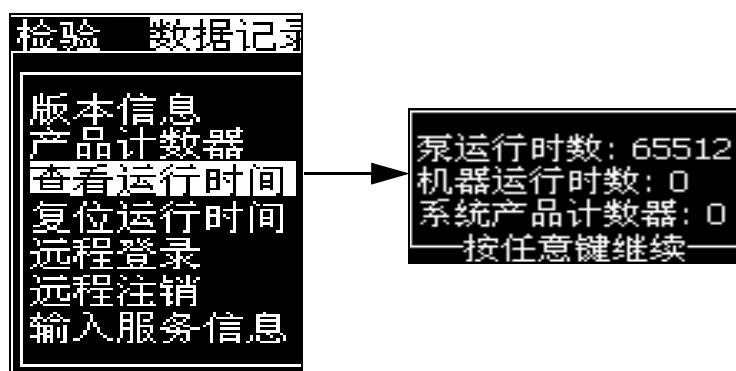

图 4-17: 查看运行时间
- 1 从 *Data Logging* (数据记录) 菜单中选择 *View Run Hours* (查看运行时间) (参见图 4-17)。即会出现 Run Hours (运行时间) 对话框。